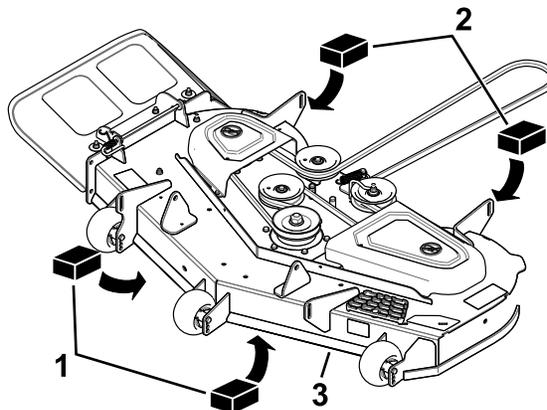

Figura 64
3. Coloque dos bloques de 6.6 cm (25/8") de grosor debajo de cada lado del borde delantero de la carcasa, pero no debajo de los soportes de los rodillos protectores del césped (Figura 64).
4. Coloque dos bloques de 7.3 cm (27/8") de grosor debajo del borde trasero del faldón de la carcasa de corte, uno en cada lado de la carcasa de corte (Figura 64).